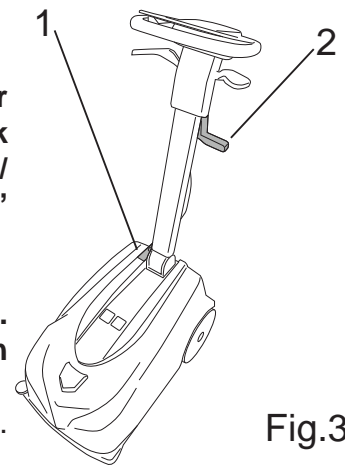

Fig.3
- Schalten Sie die Maschine über den Hauptschalter aus (Abb. 3, Pkt. 1).
- Heben Sie den Saugfuß mit dem Hebel an (Abb. 3, Pkt. 2).